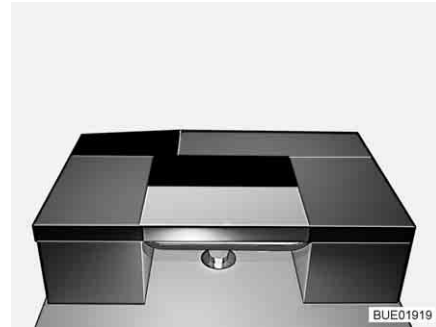

Bild 126 Nach dem Umbau
- Das Zusatzpolster quer auf den Tisch legen (siehe Bild 126).